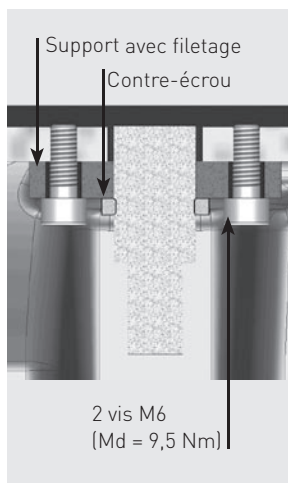

Figure 8.2
- Fixer le capteur de contreplaqué à l'aide du support, du disque denté et de 2 vis M6. Important : Le capteur doit être posé à fleur par rapport au plateau de sellette ! (voir fig. 8.2 et 8.3) Sur la version à filetage sur le capteur contreplaqué (fig. 8.2), il faut utiliser le support de référence 662 129 195. Le capteur doit être fixé avec le contre-écrou et non avec le disque denté.